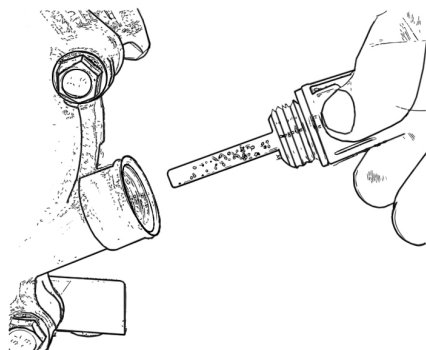

Figure 14
- Immergez complètement la jauge dans l'huile. Ne vissez jamais la jauge dans le filetage, Fig. 14.